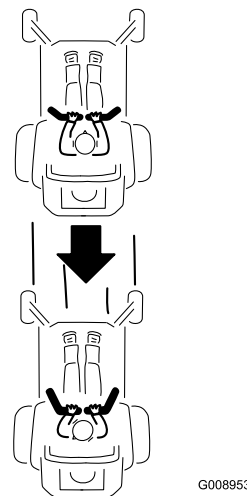

Figura 21
2. Para ir hacia atrás, mire hacia atrás y hacia abajo, y tire hacia atrás lentamente de las palancas de control de movimiento (Figura 21).
Para ir en línea recta, aplique la misma presión a ambas palancas de control de movimiento (Figura 21).